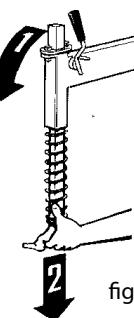

fig.20
- Svitare il cappello situato in cima all'asta con una chiave a brugoladi 6mm. (Fig.19-2) Attenzione: sbloccare l'asta avendo l'accortezza di tenere una mano sotto la stessa (fig.20) (1) e (2).
- Unscrew the cap at the top of the rod with a 6 mm hex key (fig.19-2). Warning: when unscrewing the rod take the precaution of keeping one hand underneath it (fig.20) (1) and (2).
- Dévisser le capuchon placé au sommet de la tige avec une clef d'Allen de 6mm. (Fig.19-2) Attention: débloquer la tige en prenant soin de placer une main en dessous (fig.20) (1) et (2).
- Die Haube auf der Stangenspitze mit einem Allen Wrench-Schlüssel von 6 mm abschrauben (19-2). Beachten Sie bitte: Beim Herauslösendes Stabs die Hand darunterhalten (Abb. 20) (1) und (2).
- Destornille la cápsula colocada encima de la barra con una llave de allen de 6 mm. (fig. 19-2). Atención: desbloque la barra metiendo una mano debajo de la barra misma (v. fig. 20) (1) y (2).